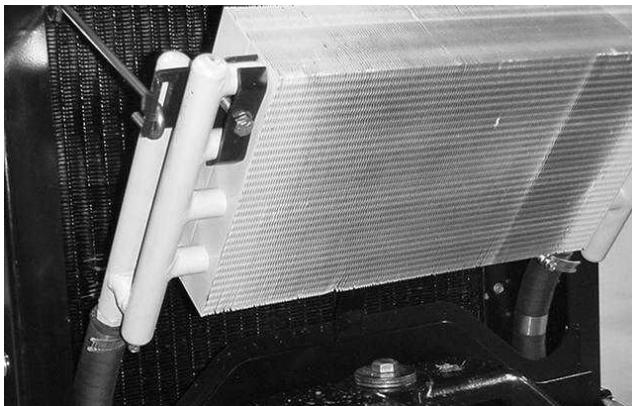

Bild 44
3. Entriegeln Sie den Ölkühler und schwenken ihn nach hinten (Bild 44). Reinigen Sie beide Seiten des Ölkühlers und des Motorkühlers gründlich mit Wasser oder mit Druckluft. Schwenken Sie den Ölkühler in seine ursprüngliche Position zurück.